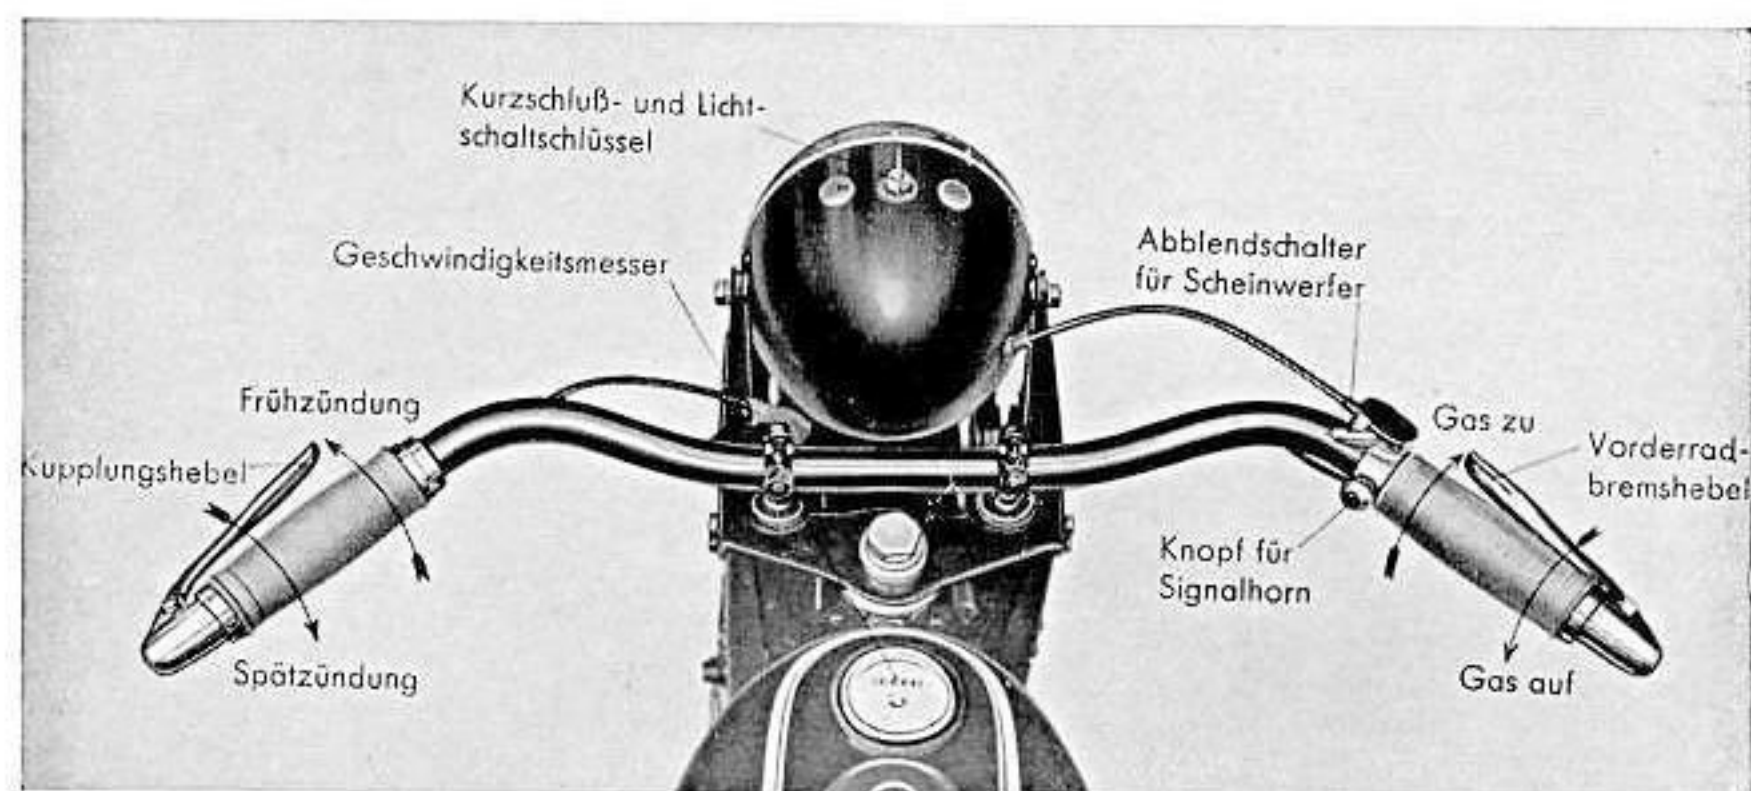

Abb. 7 Lenker und Scheinwerfer der R2-Maschine
Die Mehrzahl der Bedienungshebel ist in handlicher Form auf dem Lenker angebracht. Auf der rechten Lenkerhälfte befindet sich der Gasdrehgriff, der Druckknopf zur Hornbetätigung, der Abblendschalter für den Scheinwerfer und ferner der Vorderradbremshebel. Auf der linken Lenkerhälfte ist der Kupplungshebel und der Zündungsdrehgriff angeordnet. Abb. 7 und 8.
Der Geschwindigkeitsmesser ist bei der **R 3- und R 4-Maschine** im Scheinwerfer, bei der **R 2-Maschine** im Tank eingebaut (Abb. 7 u. 8).
a) Gasdrehgriff. Der rechte Drehgriff, der durch Seilzug auf den Gasschieber des Vergasers wirkt, öffnet durch Linksdrehung, also nach rückwärts und schließt durch Rechtsdrehung — nach vorwärts — (Abb. 7 und 8). Beim Leerlauf bleibt der Drehgriff geschlossen.